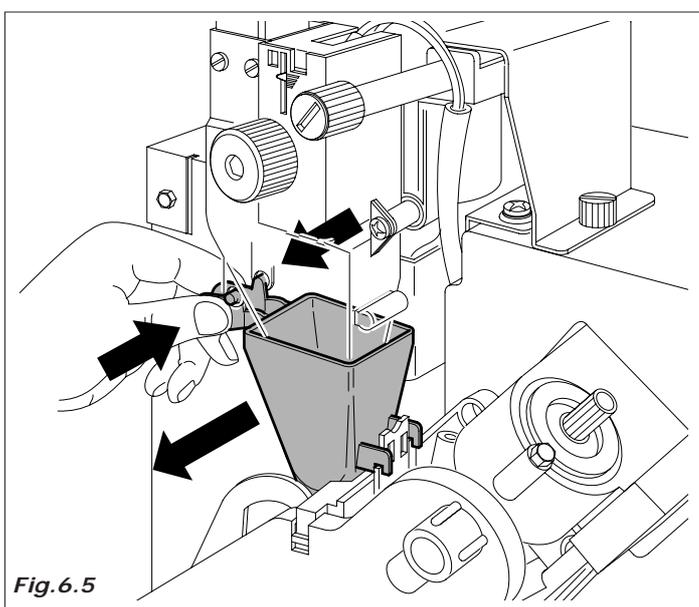

Fig. 6.5
- rampa y embudo de café (Fig.6.5)